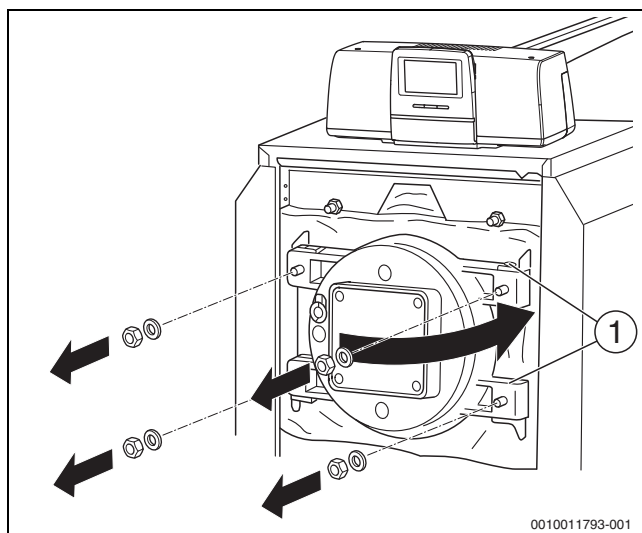

Fig. 26 Deschiderea ușii camerei de ardere
- ▶ Scoateți bolțul de balama (→ fig. 26, pagina 24), cu o mișcare de jos în sus, din gaura balamalei.